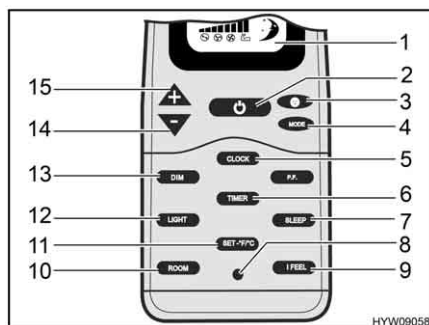

Fig. 136 Telecomando (impianto di climatizzazione)
- Se l'impianto di climatizzazione è in modalità standby: Premere il tasto On/Off (Fig. 136,2) sul telecomando.
- Premere il tasto On/Off (Fig. 136,2) sul telecomando. L'impianto di climatizzazione passa in modalità standby.
- Premere il tasto luce (Fig. 136,12) sul telecomando.
- Premere il tasto regolazione luminosa (Fig. 136,13) e impostare la luminosità desiderata con i tasti "+" (Fig. 136,15) e "-" (Fig. 136,14).
- Premere il tasto invio (Fig. 136,11). Le impostazioni vengono salvate.
■ Premere il tasto invio (Fig. 136,11) sull'unità a soffitto. Le impostazioni vengono trasmesse tutte insieme all'impianto di climatizzazione e la ricezione è confermata dall'emissione di un segnale acustico.
Impostazione dell'ora: ■ Premere il tasto ora (Fig. 136,5) finché l'indicazione dell'ora (Fig. 137,4) lampeggia.
■ Impostare l'ora attuale con i tasti "+" (Fig. 136,15) e "-" (Fig. 136,14).